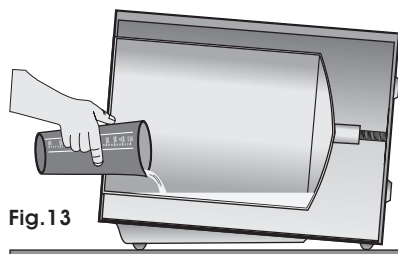

Fig. 13
- ▶ Abra a porta da autoclave, usando o copo dosador, coloque a quantidade correta de **água destilada** diretamente na câmara antes de cada ciclo (Fig. 13) de acordo com a Tabela 4 abaixo.